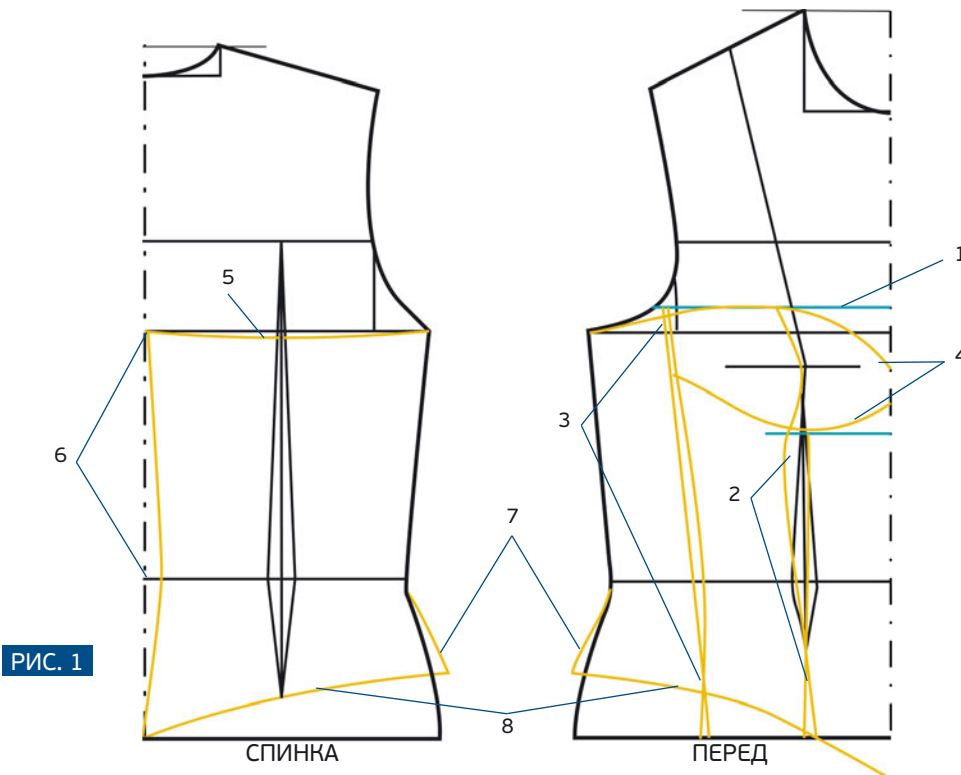

РИС. 1
2. Разделите на 2 величину, которую нужно убрать на талии (см.: кн. 1 «Моделирование женской одежды», с. 22). Обозначьте выпуклость груди построением первой вытачки на талии (см. с. 221 и рис. 1). Затем продлите обе стороны этой вытачки прямой линией до низа.